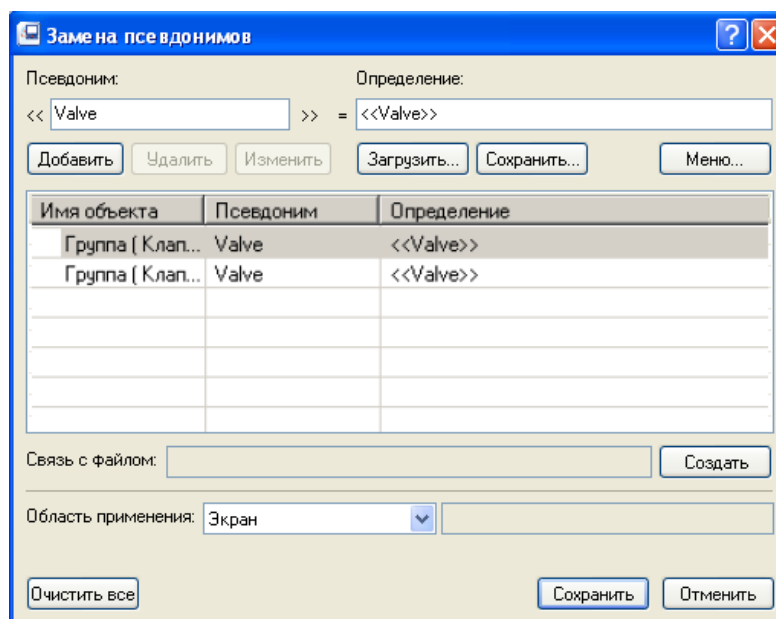

Рис. 4
**13.** Примените к изображению задвижки динамику для визуализации значения её сигнала ТС. Для этого кликните правой кнопкой мыши на изображении задвижки и выберите пункт **Редактировать псевдонимы**. В появившемся окне (Рис. 4) замените в каждой строке имя переменной <<Valve>> на путь к сигналу **Status** директории **Valve**.